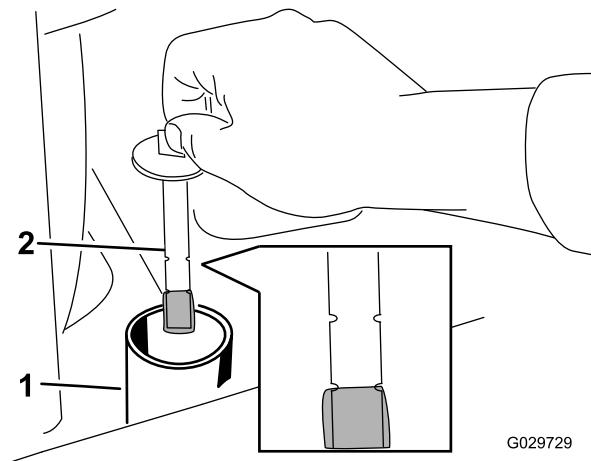

Figure 59
6. Enlevez le bouchon et la jauge du réservoir hydraulique (Figure 59).